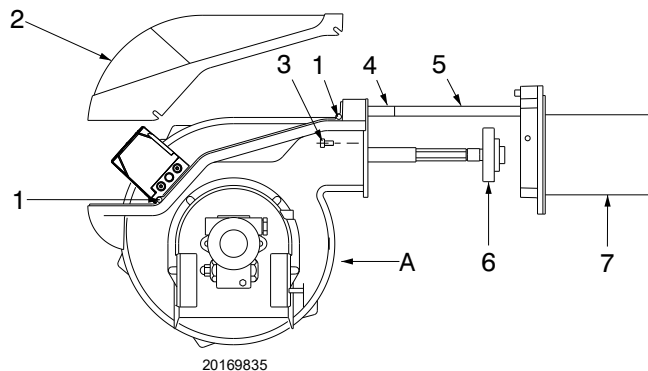

Рис. 37
- отверните винты 1)(Рис. 37) и снимите кожух 2);